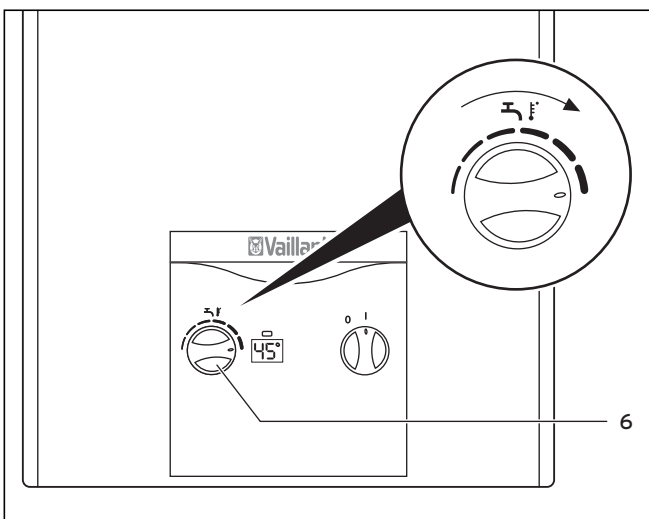

Fig. 6.3 Ajuste de la temperatura máxima
- Ponga el aparato en funcionamiento según las instrucciones de manejo ajuste el selector de temperatura (6) a la máxima temperatura girando la rueda hacia la derecha.
- Compruebe si se encuentran instaladas las toberas correctas, véase fig. 6.3, identificación de toberas. Compruebe la identificación de las toberas montadas con los datos de la tabla en el apartado 10, Datos Técnicos. Para ello, deberá desmontar el quemador si es necesario, véase el apartado 7.5, Limpieza del quemador.